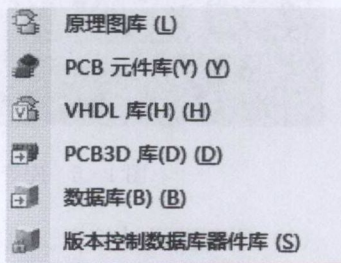

图 1-9 库子菜单的命令
(13) 库。该菜单具有一个子菜单, 如图 1-9 所示, 其中包括以下几个命令。